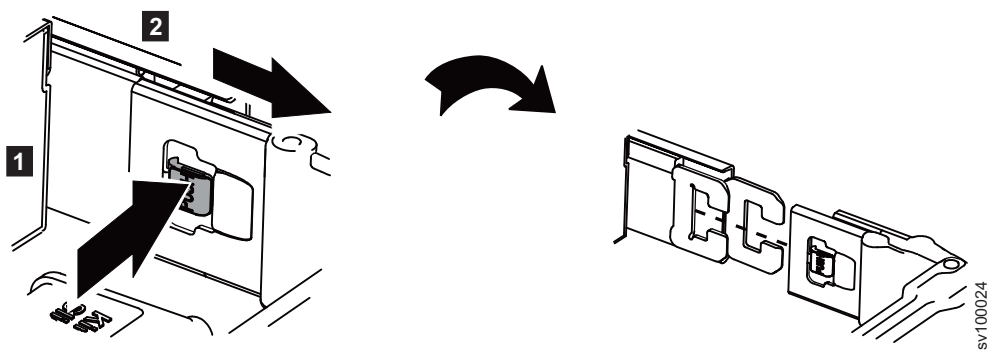

図 8. ケーブル・マネジメント・アームの内部メンバーの切り離し
5. 図 8 に示すように内部メンバーを切り離します。
- a. 「プッシュ」ボタンを押します (1)。
- b. ケーブル・マネジメント・アームのプラグイン部分を引き離します (2)。